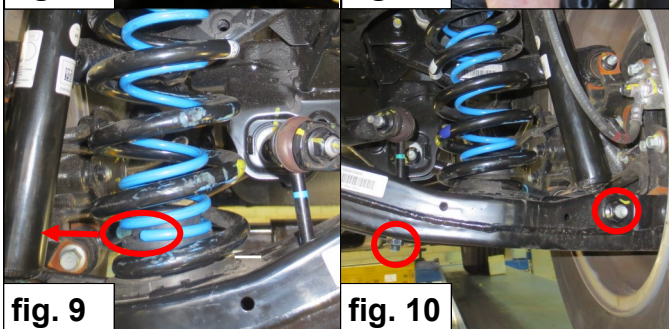

fig. 9
8. Laat de windingsuiteinden van hulpveer **C** naar de zijkant van het voertuig wijzen. *Zie fig. 9.*
8. Let the winding ends of auxiliary spring **C** point towards the side of the vehicle. *See fig. 9.*
8. Lassen Sie die Wicklungsenden Hilfsfeder **C** nach Außenseite gerichtet. *Siehe Fig. 9.*
8. Laissez les extrémités des enroulements de ressort auxiliaire C orientée sur le côté la voiture. Voir fig. 9.
8. Låt de slingrande ändarna av den ytterligare fjädern C pekar på den sida av fordonet. Se fig. 9.
8. Muestra los extremos del resorte del muelle auxiliar C mirando hacia el lado del vehículo. Véase fig. 9.